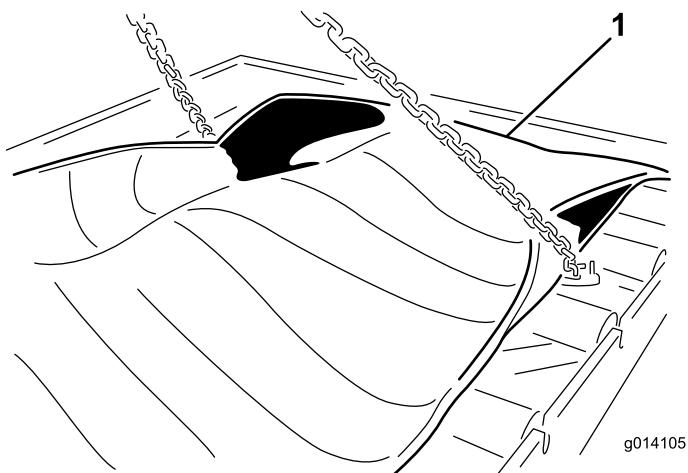

Figura 48
23. Rimuovete i (24) bulloni per liberare il telaio portante (Figura 48).